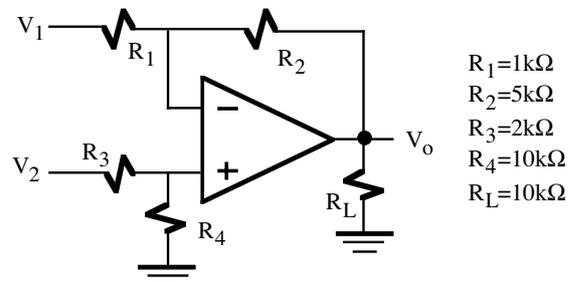

**Figura P8.2**
**P8.2** Calcular el valor de  $V_o$  del circuito de la figura P8.2 si  $V_1=0.5\text{V}$  y  $V_2=0.4 \text{ V senwt}$ .